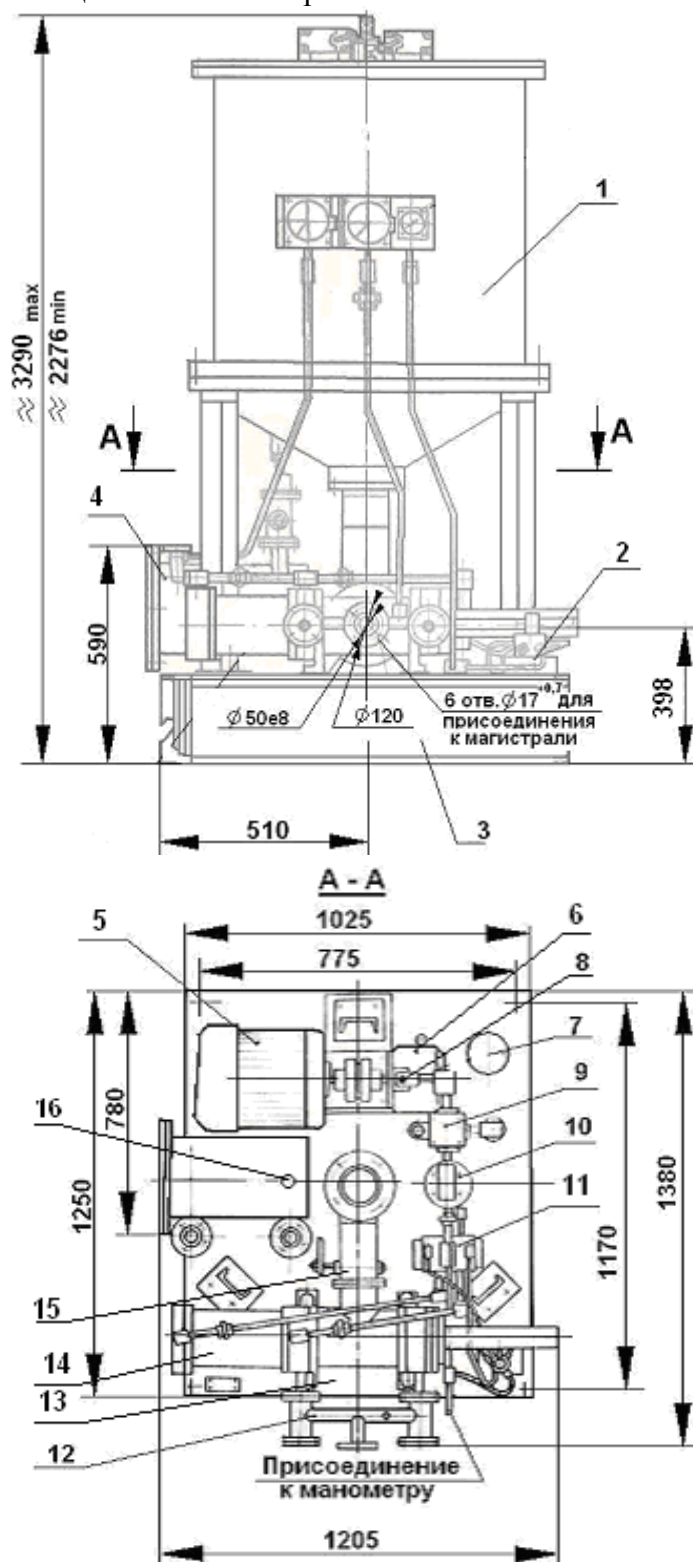

Рис.1. Станция центральной заправки СЦЗ-6,3:
4.1. Основные узлы станции показаны на рис.1.
4.7. На крышке резервуара 1 (рис.1) установлены два конечных выключателя, предназначенные для подачи сигнала о наличии смазки в резервуаре.
6.2. Плита 3 (рис.1) должна быть установлена по уровню и надежно закреплена фундаментными болтами.
за уровнем штока резервуара 1 (рис.1) при заправке и при опорожнении;